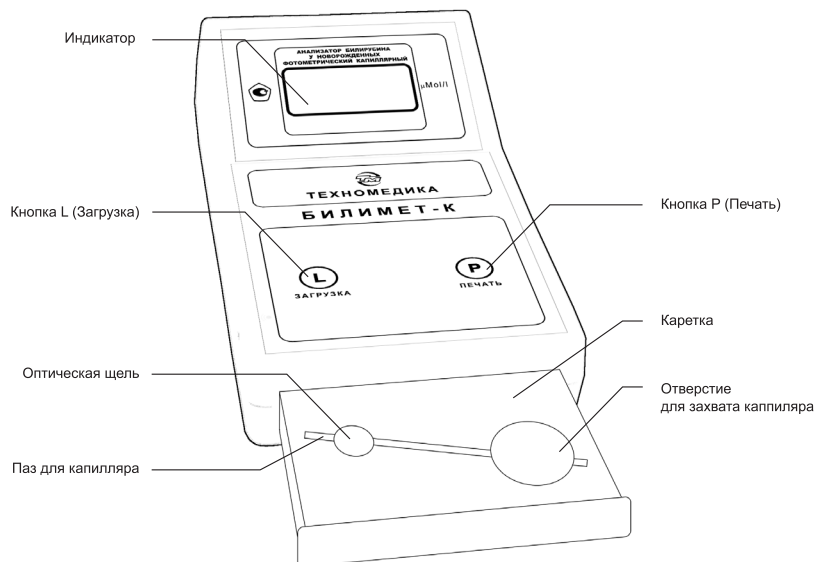
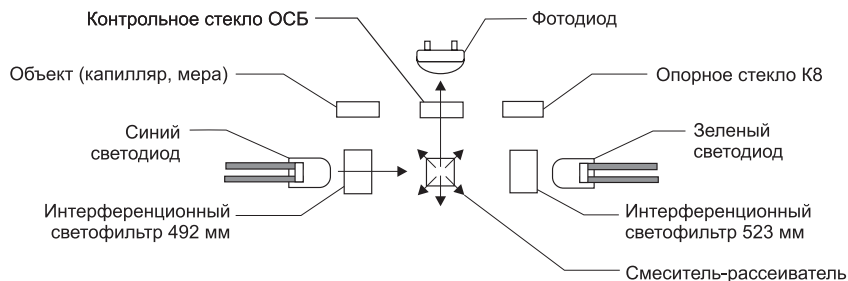

Рис. 1. Внешний вид прибора (с выдвинутой кареткой)
Рис. 2. Оптическая схема прибора
5.2. Прибор выполнен в виде настольного переносного блока (Рис. 1.). Во внешнем пластмассовом корпусе находится корпус оптического блока с кареткой. К корпусу оптического блока крепится плата измерений и плата с индикатором. К нижней части оптического блока крепится блок осветителей, состоящий из двух светодиодов, двух светофильтров и смесителя-рассеивателя. Каретка, перемещающаяся при помощи электромотора, имеет три положения: 1 – для измерения оптической плотности капилляра, 2 – для измерения оптической плотности встроенного контрольного стекла ОС6 и 3 – для измерения оптической плотности опорного стекла К8 (Рис. 2). Контрольное стекло ОС6 служит для проверки и автоматической калибровки